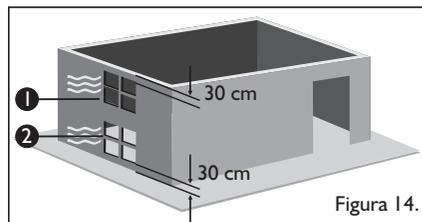

Figura 14.
- Si el aire de ventilación se toma directamente del exterior, se deberán realizar dos aberturas permanentes en las paredes del cuarto de tal forma que lo comuniquen directamente con el ambiente exterior, cada una de las aberturas deberá tener un área mínima de 6 cm² por cada kilovatio de potencia nominal instalado (Ver figura 14).